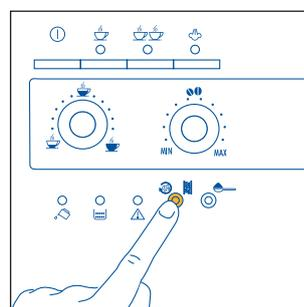

Fig. 14
1) Si ni bien encendida la máquina se desea hacer una taza de café corto (inferior a 60cc), use el agua caliente del enjuague para precalentar las tazas (véase el consejo en el § 4.3 punto 5). Por el contrario, si del último café hecho han transcurrido más de 2/3 minutos, antes de hacer un café nuevo, **es necesario precalentar el infusor, presionando el botón  (fig. 14).** Luego deje que el agua caiga en la bandeja recogegotas, o bien utilice este agua para llenar (y luego vaciar) la taza de café para precalentarla.